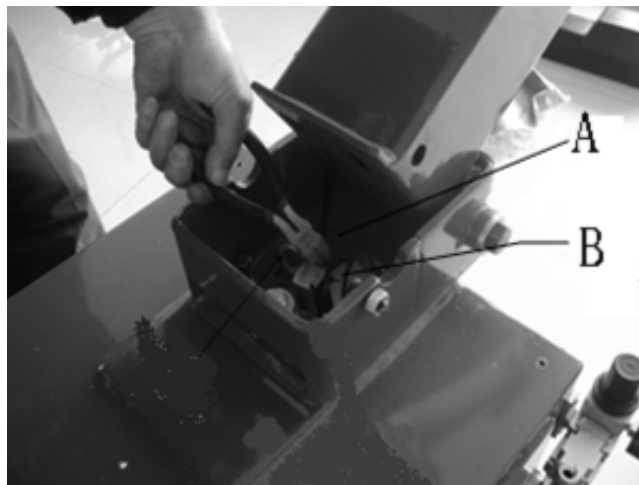

Рис. 4-5
4.2.8 Наклоните стойку назад, отрежьте фиксирующую проволоку (Рис.4-5 А) и вытолкните
стержень поршня цилиндра (Рис.4-5 В) .